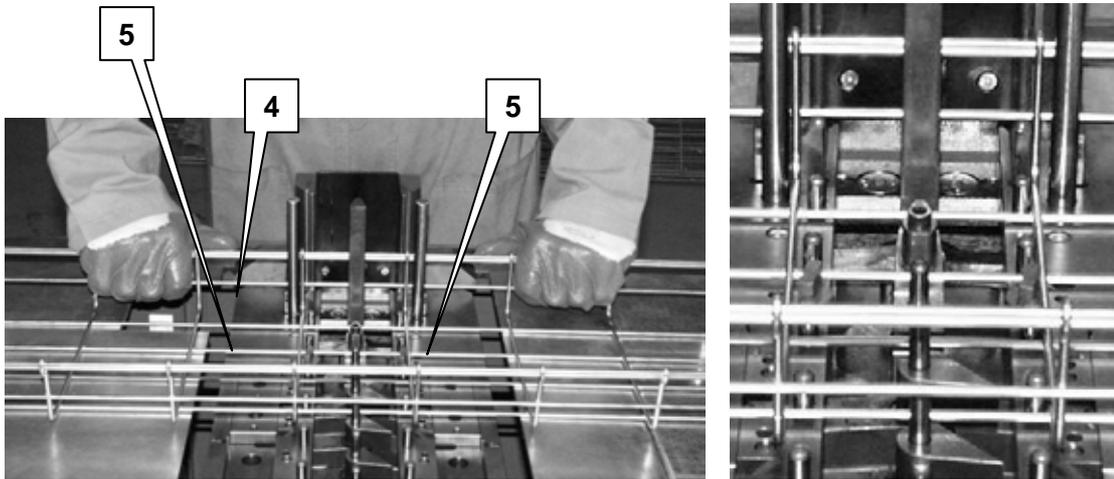

Figura 4.66 – Posizionamento della passerella
4. spingere verso il basso la passerella **4** fino a farla appoggiare sui bracci **5** (figura 4.66);